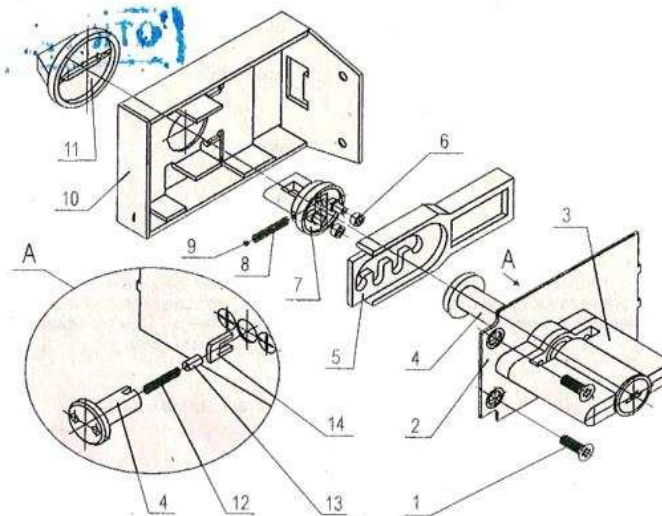

Рис.2
#### ТЕХНИЧЕСКОЕ ОБСЛУЖИВАНИЕ (см. рис. 2)
2. Разборка замка (см. рис. 2).
3. Сборку производить в обратном порядке, располагая детали, в соответствии с рис. 2.